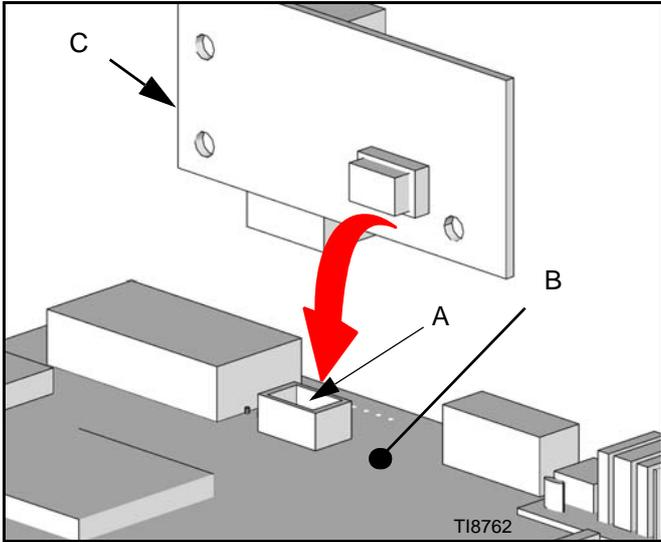

Рис. 41
4. Установите 10-контактный гибкий разъем J9 (A) в нижней правой части блока дисплея EasyKey 249480 (B). См. Рис. 41.